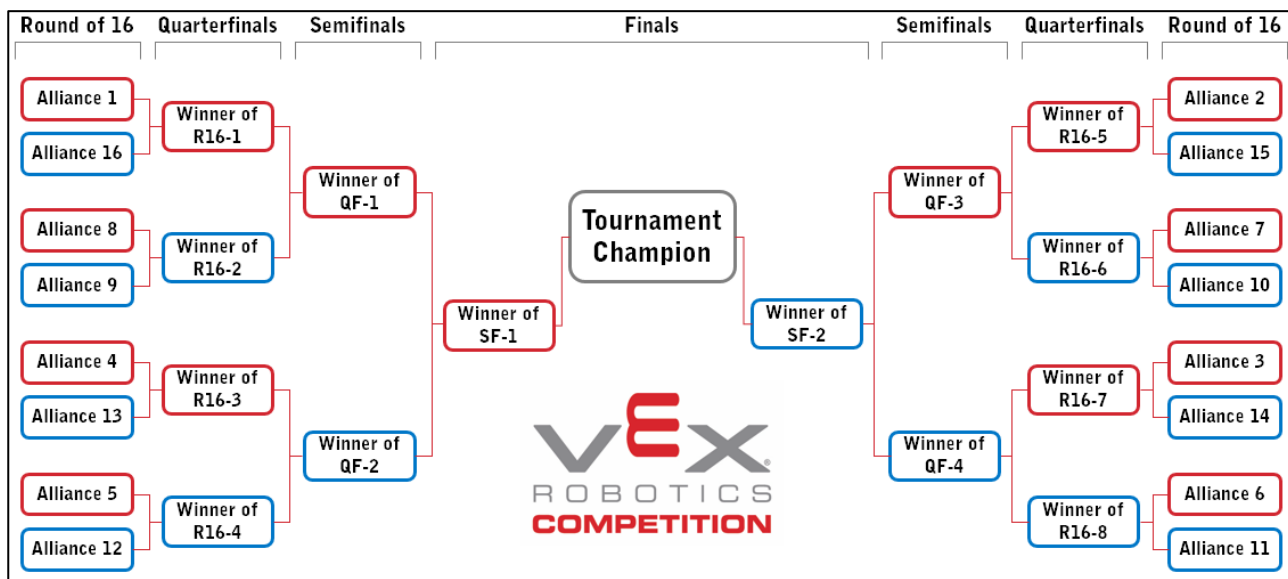

图 T17-1 16 联队对阵图
<T17> 淘汰赛按对阵图进行。十六 (16) 支联队淘汰赛将按图 T17-1 的对阵图进行，每轮各赛局按编号进行：